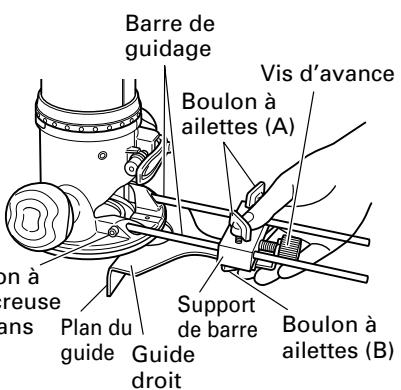

Fig. 13
**①** Insérer la barre de guidage dans l'orifice du support de barre, puis serrer légèrement les 2 boulons à ailettes (A) sur le dessus du support de barre.
**②** Insérer la barre de guidage dans l'orifice du socle, puis serrer à fond les deux boulons à tête creuse à 6 pans (accessoires standard).
**③** Effectuer les réglages fins de la dimension entre la mèche et la surface du guide, puis serrer à fond les deux boulons à ailettes (A) sur le dessus du support de barre, et le Boulon à boulon à ailettes (B) de fixation du guide droit. (Fig. 13)